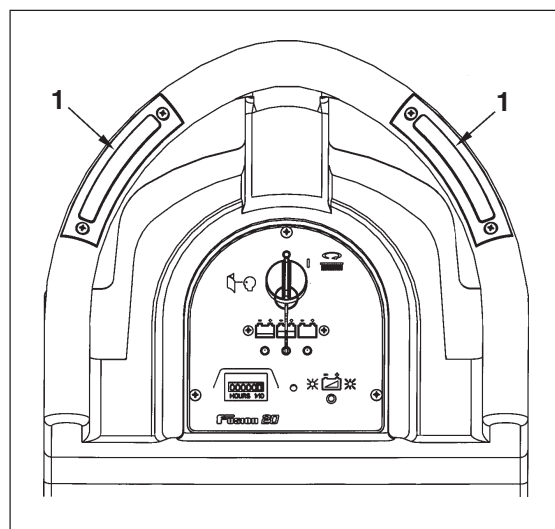

Figure 9
2. Lorsque vous enfoncez l'un des interrupteurs d'alimentation du disque (1 - figure 9, le moteur du disque démarre.